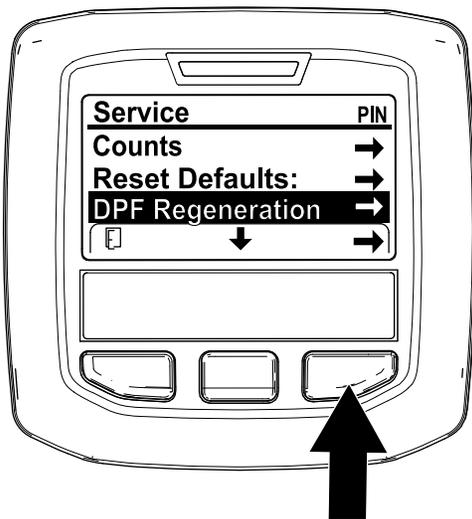

図 35
1. 整備 Serviceメニューから、中央ボタンで下へスクロールして DPF REGENERATIONメニューに入る 図 35。